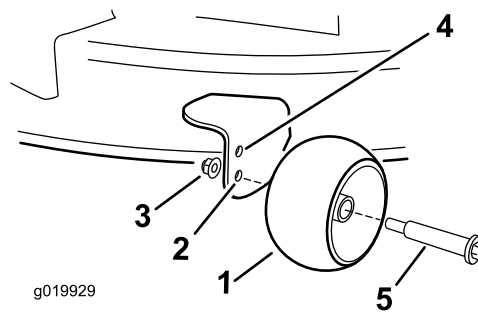

Figura 31
posición de altura de corte de 63 mm o menos (Figura 31).
- Orificio inferior – utilice esta posición cuando la carcasa de corte está en la posición de altura de corte de 76 mm o más (Figura 31).